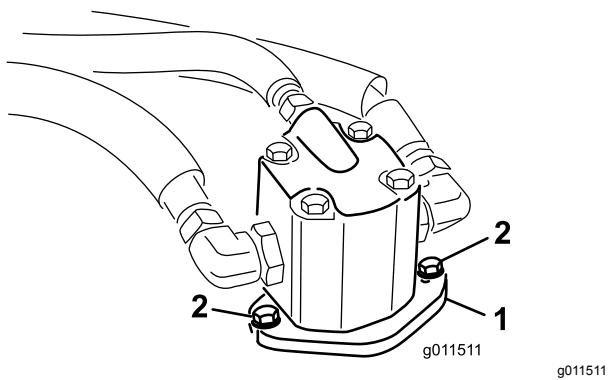

Figura 95
4. Retire os parafusos que fixam o motor hidráulico à plataforma do cortador (Figura 95).